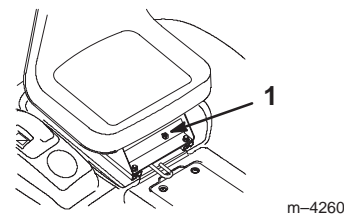

Figure 15
2. Introduisez la clé dans le commutateur KeyChoice (Fig. 15).